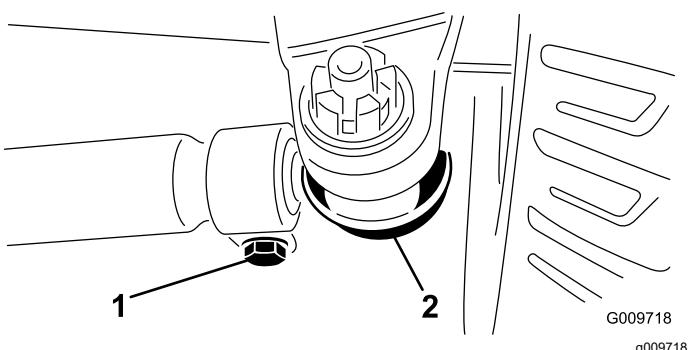

Bild 92
2. Entfernen Sie den Splint und die Mutter von einem der Spurstangen-Kugelgelenke (Bild 92). Entfernen Sie das Spurstangen-Kugelgelenk vom Achsständer.
3. Lockern Sie die Klemmen an beiden Enden der Spurstangen (Bild 92).